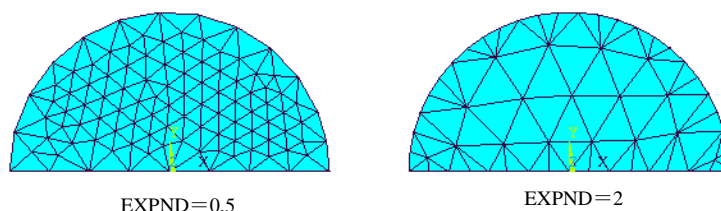

图4.33 EXPND参数的控制效果
- **【EXPND】**：分网胀缩因子。该值决定了面内部单元尺寸与边缘处的单元尺寸的比例关系。取值范围为 0.5~4。图 4.33 显示了此参数的设置效果